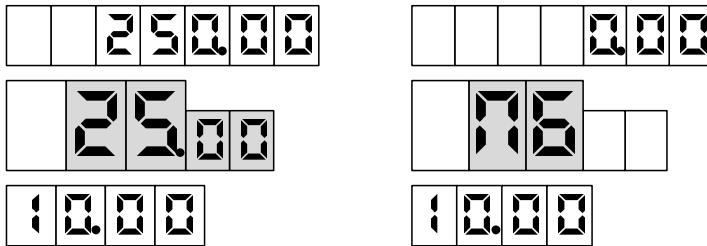

Рисунок 7
9.2 Для выдачи топлива необходимо задать дозу с системы управления. Когда устройство будет готово к отпуску топлива, в средней строке табло мигающими символами отобразится величина заданной дозы, а в случае отпуска "до полного бака" – символы "ПБ" (рисунок 7). Это дает клиенту удобный способ определить, когда можно начать заправку, а также убедиться, что задано именно то количество топлива, которое он заказывал. Для запуска налива необходимо снять раздаточный кран или подать команду "Пуск" с системы управления, после чего значения стоимости и объема на табло обнуляются. С этих пор на табло отображается отпущенная на текущий момент доза.